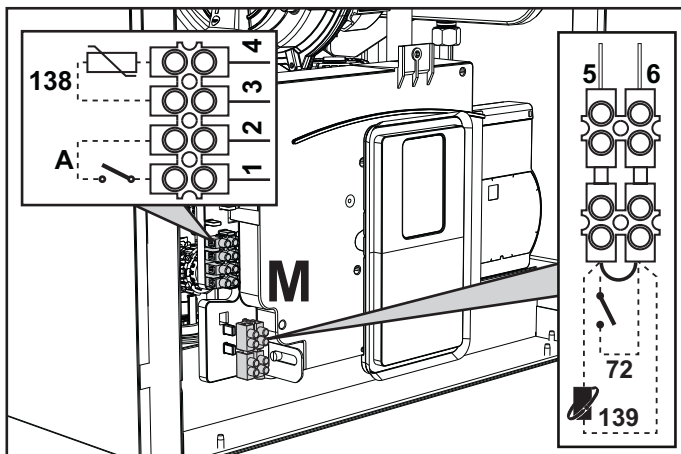
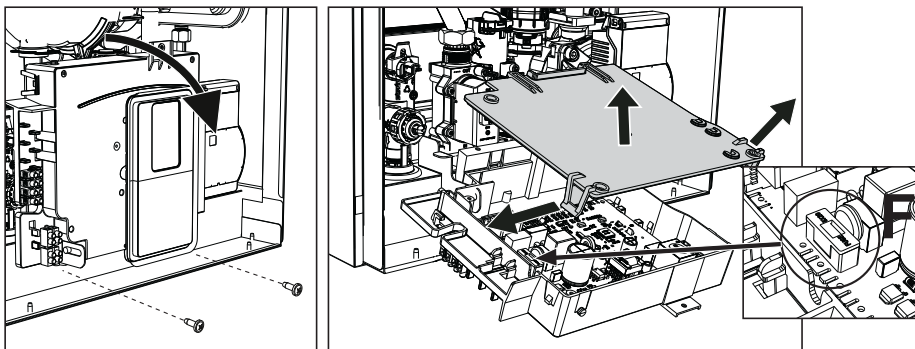

fig. 28
fig. 29
Después de quitar el panel frontal ( \*\*\* 'Apertura del panel frontal' on page 97 \*\*\* ) es posible acceder a las borneras (M) y al fusible (F) como se indica a continuación (fig. 28 y fig. 29). **Los bornes indicados en la fig. 28 deben tener contactos secos (no 230 V).** La posición de los bornes para las diferentes conexiones también se ilustra en el esquema eléctrico de la fig. 67.
Configuración del interruptor ON/OFF (A, fig. 28)